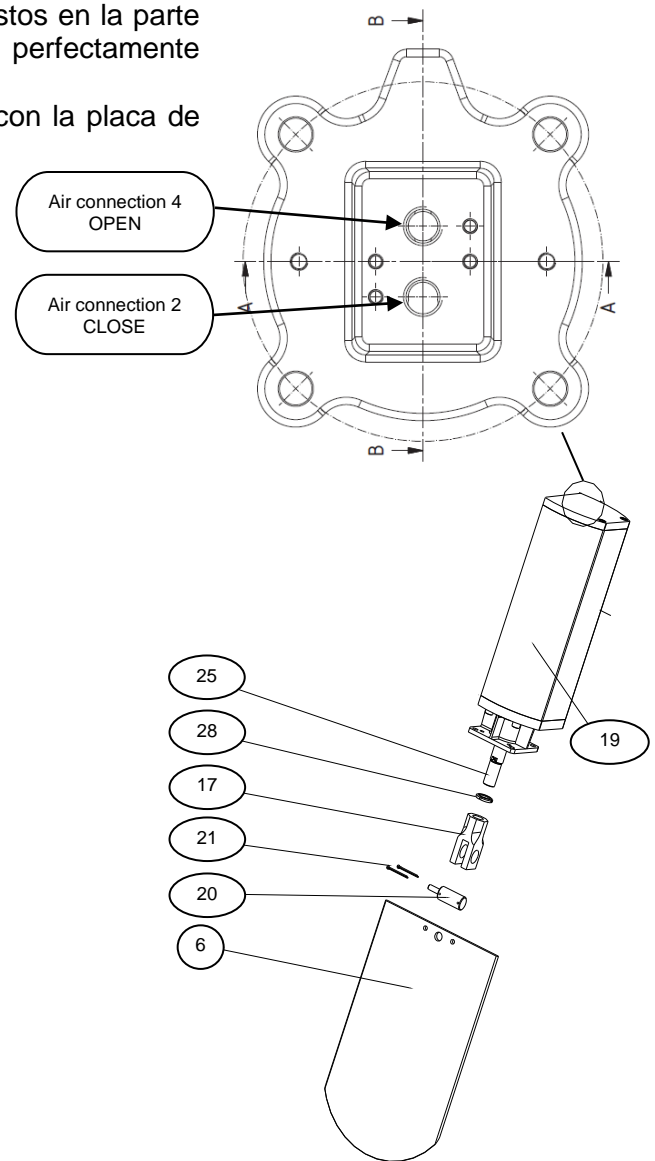

Fig. 3
- Para el montaje del cilindro se debe comprobar (N.º de posición véase fig. 3):
- que el perno (20) se corresponda con las sujeciones (21),